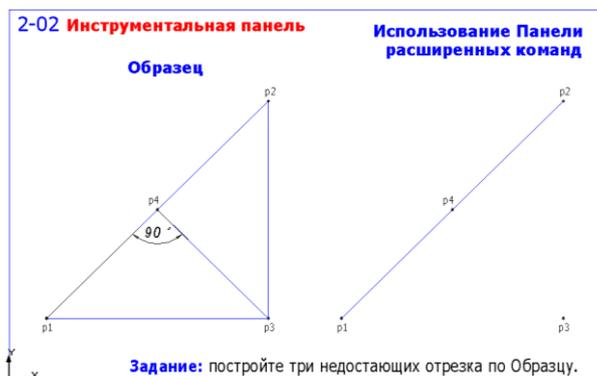

Рис.2
4. Откройте файл фрагмента 2.02 (рис. 2) и выполните упражнение. Отрезок p3-p4 строится командой **Перпендикулярный отрезок** из панели расширенных команд построения отрезков. При выполнении построений обращайте внимание на запросы команды, выводимые в строку сообщений. Сохраните результат в папку решений.